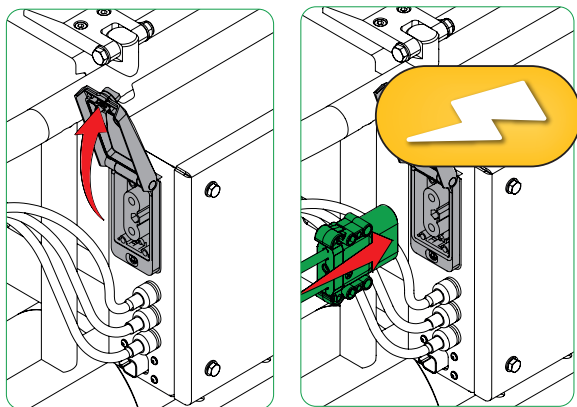

Fig. 17C - Retirer le connecteur de charge de la machine et le brancher sur le chargeur
3. Retirez de son support le connecteur de charge de la machine. Connectez-le au câble chargeur-machine – il ne se connecte que dans un sens (Fig. 17C).